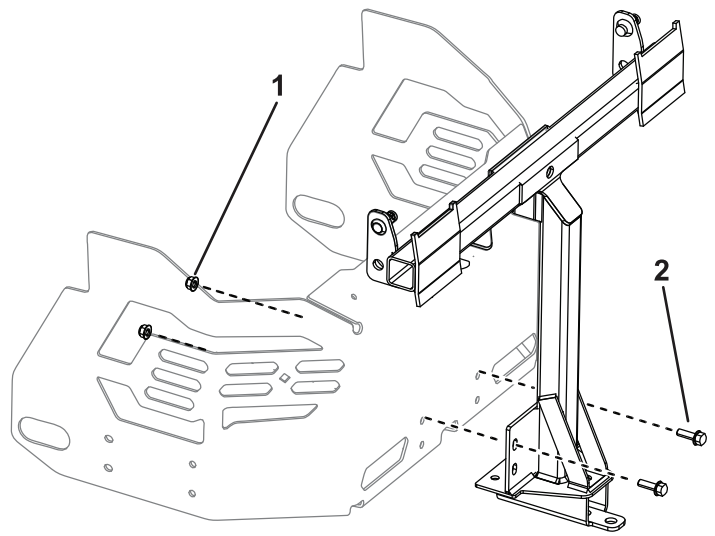

Figuur 14
2. Monteer de stabilisatiebeugel op het motorscherm; gebruik 2 slotbouten (5/16" x 3/4") en 2 borgmoeren (5/16") zoals in Figuur 14.